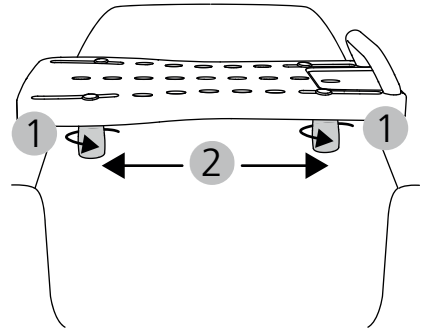

fig. 3
1. Allentare i perni di fissaggio sul lato inferiore dell'asse (evitare di estrarli completamente) (fig. 3, 1).
3. Spingere i perni di fissaggio verso il bordo interno della vasca (fig. 3, 2) e a seguire stringerli.